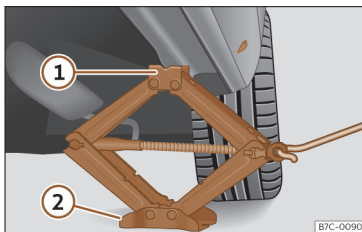

Fig. 186 Longarina: colocação do macaco do veículo.
- Rode a manivela do macaco, colocado por baixo do ponto de apoio da longarina, para levantá-lo até que o ressalto ① >>> **Fig. 186** se encontre por baixo do alojamento previsto.
- Alinhe o macaco de forma a que a patilha ① «encaixe» no alojamento previsto da longarina e que a placa base móvel ② fique apoiada no chão. A placa base ② deve ficar colocada na vertical relativamente ao ponto de apoio ①.